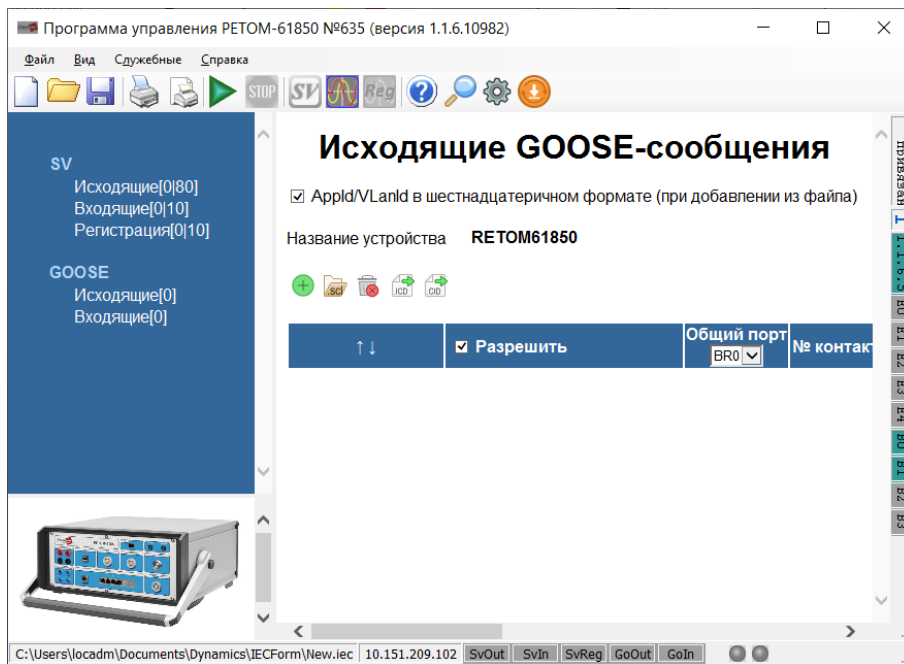

Рис. 73. Окно программы управления RETOM-61850
28) Наличие связи с РЕТОМ-61850 подтверждается на основной панели статуса, где красный цвет «IP-адрес устройства» изменился на серо-зеленый (рис. 73).